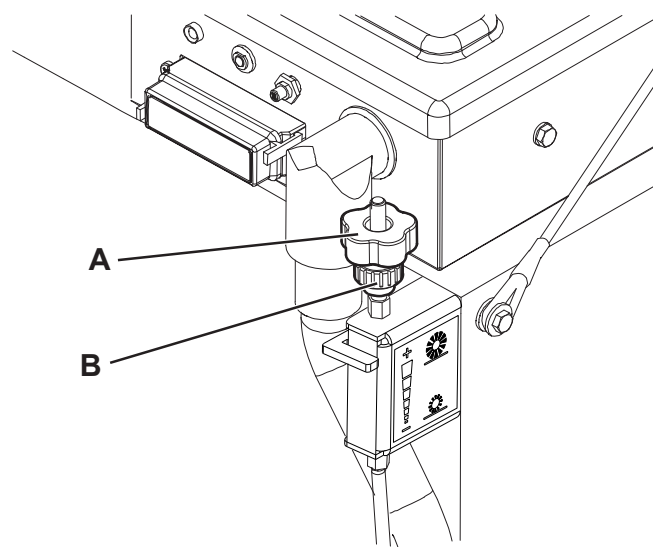

Рис. 2
3. Поверните ключ зажигания (82) в положение «0».
4. Откройте капот (7).
5. Ослабьте рычаг (А, Рис. 2) на левой стороне машины.